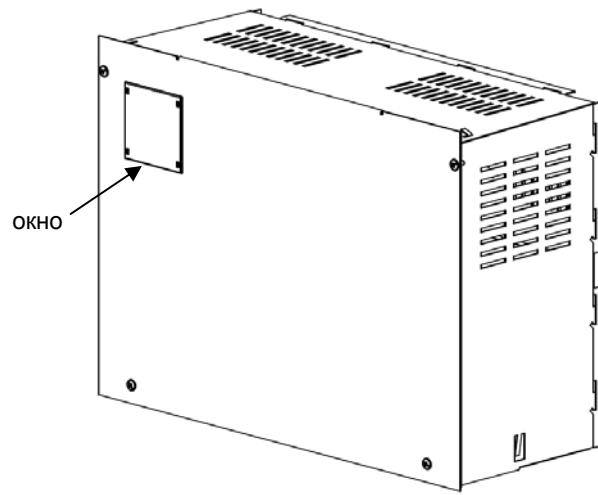

Рисунок 1 - Общий вид изделия в собранном виде
- открыть крышку и проверить правильность произведенного монтажа в соответствии с рис. 1 и разделом УСТАНОВКА НА ОБЪЕКТЕ;